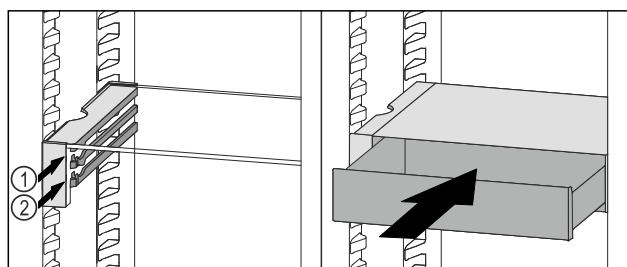

Fig. 124
- Nasadte zásuvku VarioSafe za zarážky na požadovaném žebře Fig. 124 (1) nebo Fig. 124 (2).